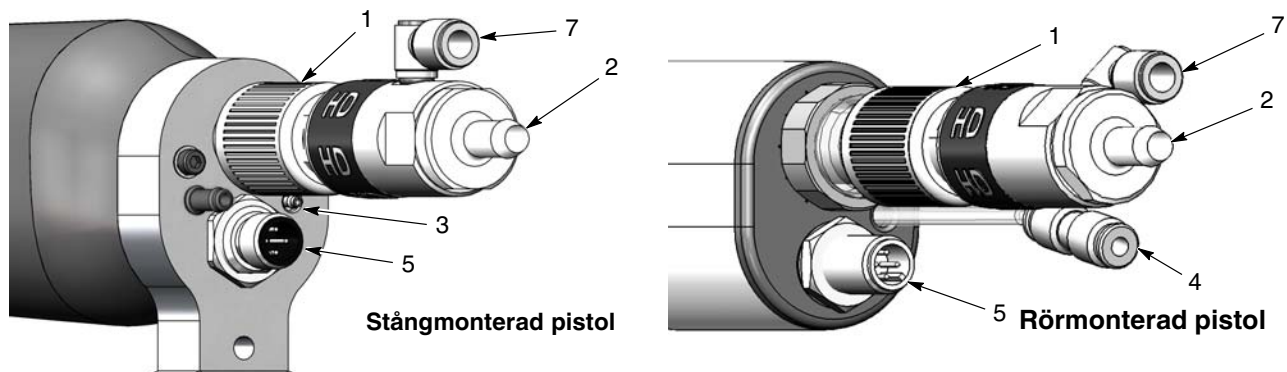

Bild 3-3 Pistolanslutningar
1. Se bild 3-3. Anslut pulvermatningsslangen till slanganslutningen (2). Anslutningen kan lossas från pistolkroppen genom att skruva av fästhylsan (1) och dra den bakåt.
2. Anslut 4 mm transparent slang för elektrodens spolluft till den hullingförsedda kopplingen (3) (stångmonterad pistol) eller skarvnippeln för slang (4) (rörmonterad pistol).
3. Anslut 6 mm blå luftslang för atomiseringsluft till skarvnippeln för slang (7).
4. Anslut pistolkabeln till kontakten (5) och drag åt kontakthylsan ordentligt.